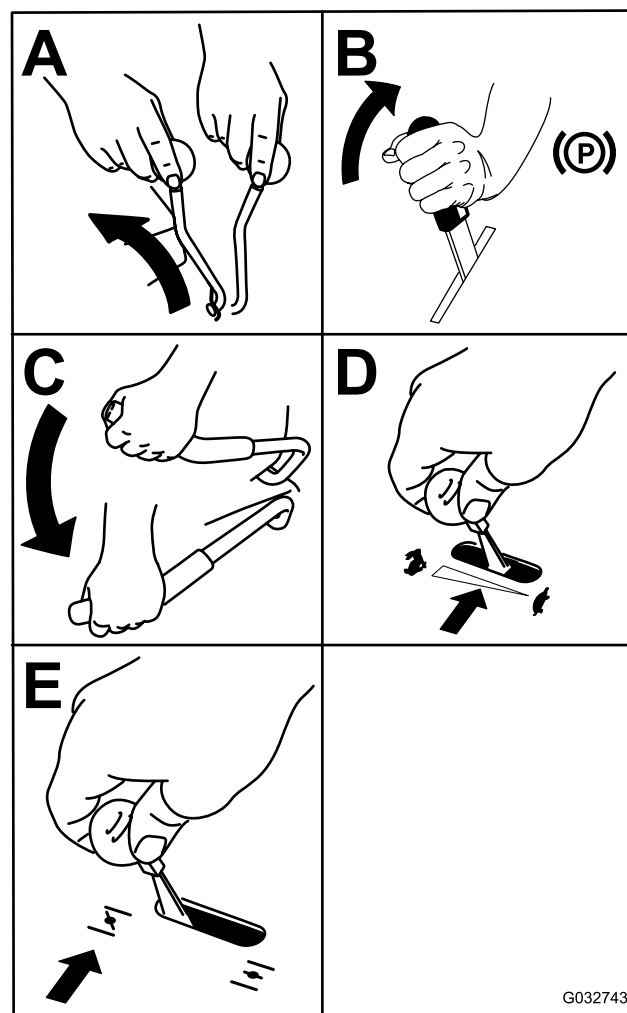

Рисунок 23
3. Переведите рычаг ВОМ в положение **ВЫКЛ** (Рисунок 23).
6. Поверните ключ в положение **Пуск** (Рисунок 23). После запуска двигателя отпустите ключ.